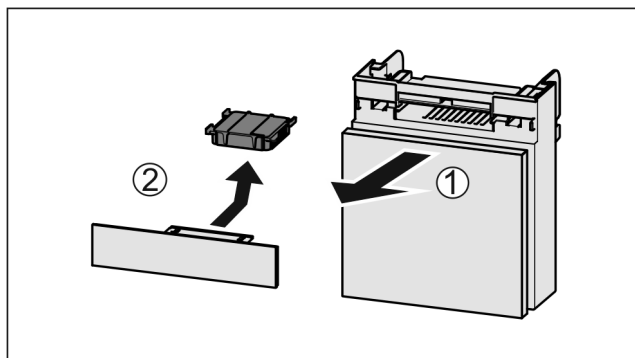

Fig. 162
- ▶ Pretinac izvadite Fig. 162 (1) prema naprijed.
- ▶ Izvadite filter s aktivnim ugljenom Fig. 162 (2).